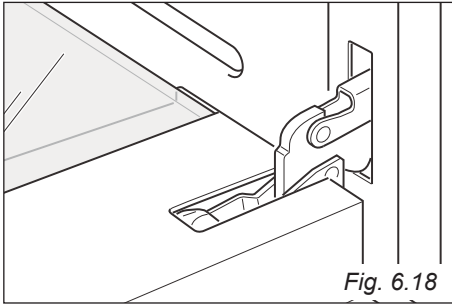

Fig. 6.18
- Verrouillez la porte en position ouverte (fig. 6.18).